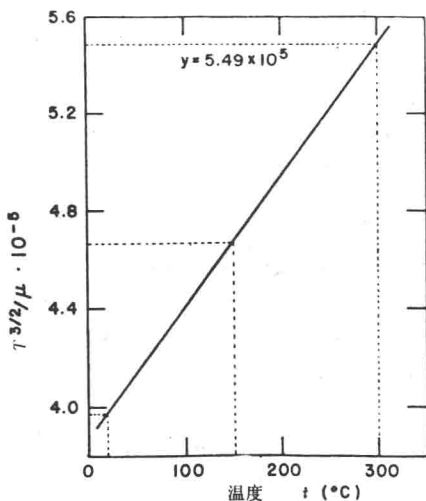

图 1-1 函数  $y = T^{3/2}/\mu$  与  $t$  的关系图
如图 1-1 所示,作上述两点的连线并延长之。利用此延长线,由  $t = 300^\circ\text{C}$  可以查到  $y = 5.485 \times 10^5$ , 于是得到  $\mu = T^{3/2} / y = (573)^{3/2} / (5.485 \times 10^5) = 2.49 \times 10^{-2} \text{cP}$ 。若将图中直线写成方程,则可用计算的办法求得上值。